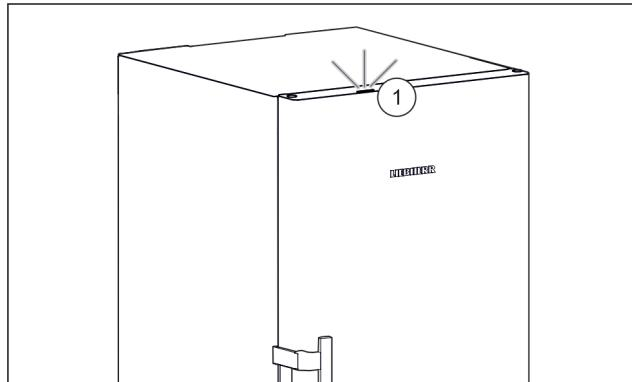

Fig. 51 Aktivno svjetlo statusa kada su vrata zatvorena
- ▷ Svjetlo statusa Fig. 51 (1) je aktivirano.